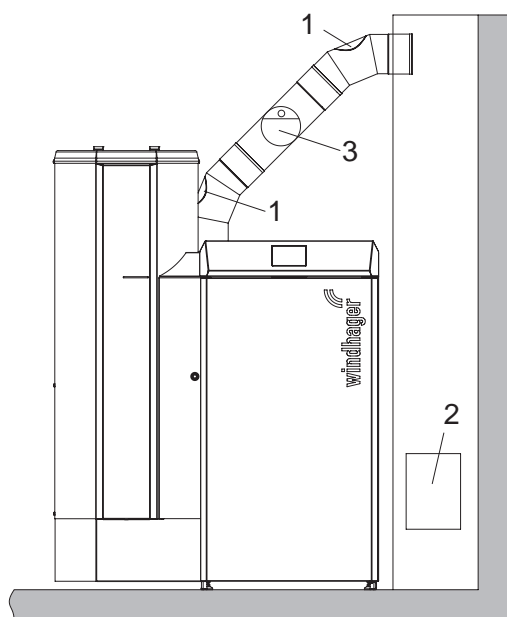

Fig. 66 Orifices de nettoyage dans tube de fumées – vue de face, (croquis sans isolation du tube d'évacuation des fumées)
- ▶ Nettoyer et aspirer le tube d'évacuation des fumées (tube de liaison entre la chaudière à pellets et la cheminée) au niveau de l'ouverture de nettoyage – Fig. 66.